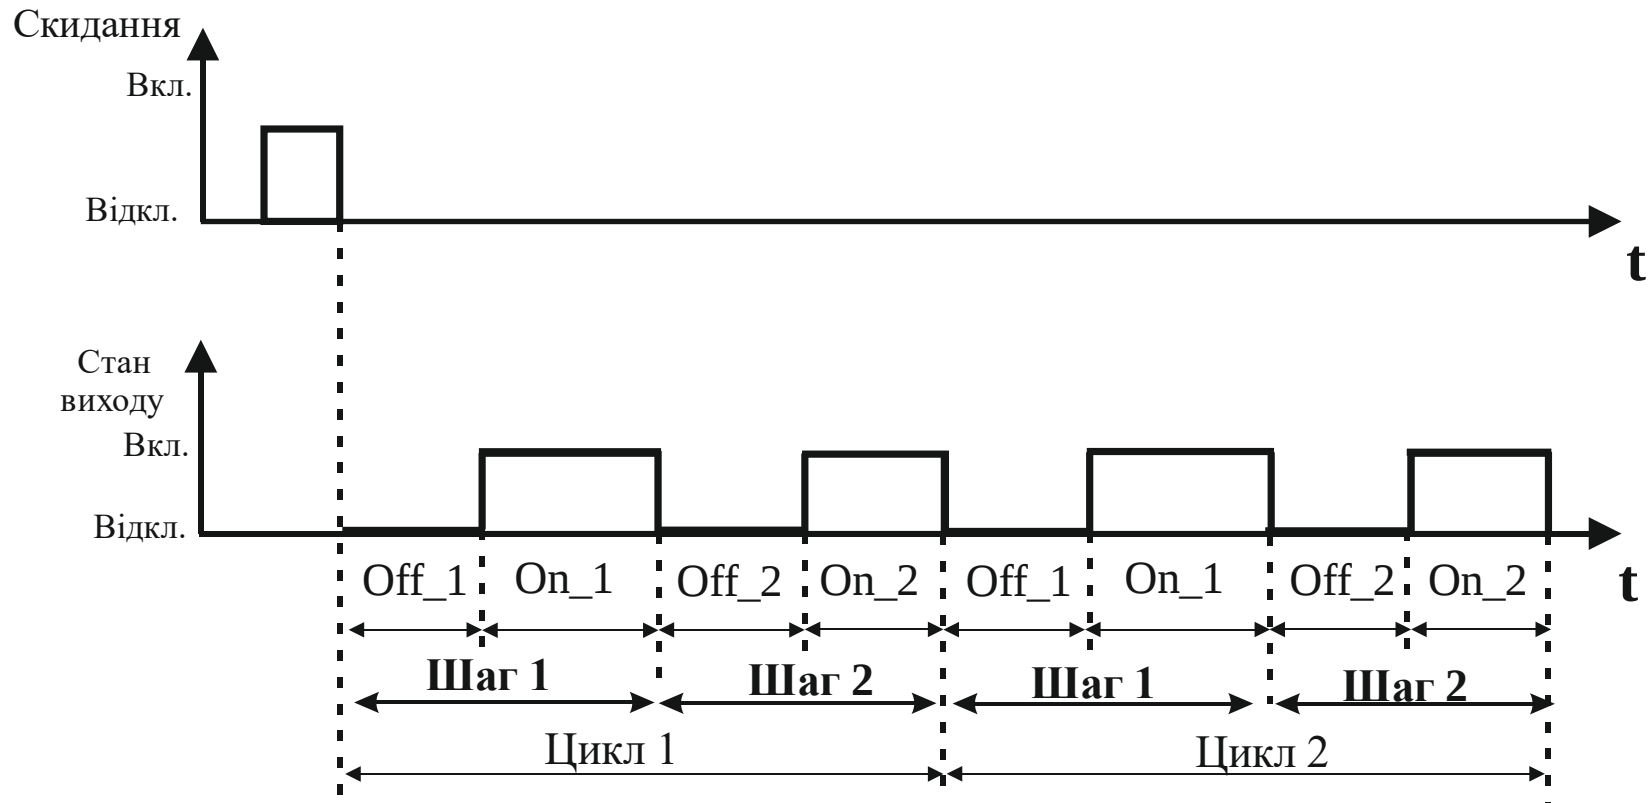

Рисунок 3.2 – Тимчасові діаграми роботи приладу
3.4.2.11 Параметр "Кількість циклів" визначає кількість циклів при роботі приладу (див. рисунок 3.2). При установці параметра в 0 прилад працює в режимі нескінченного циклу.